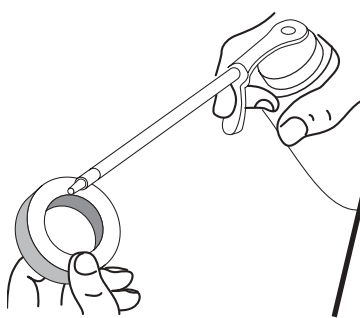

Figure 39
4. Appliquez assez d'huile propre SAE 30 pour enduire légèrement le filtre (Fig. 39).